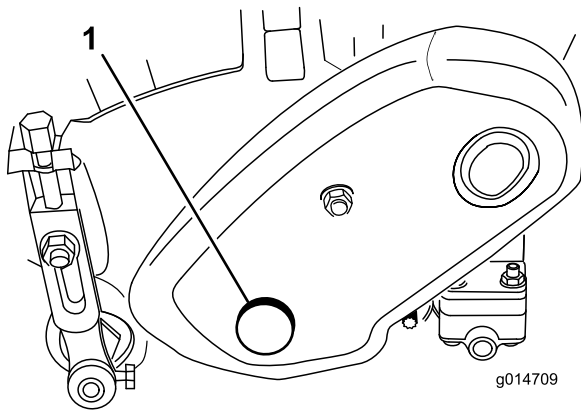

図 20
1. リール・アセンブリの左側にあるプラグ (図 20) を外す。